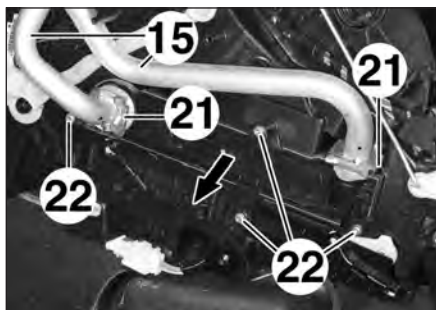

FIG.24
- les agrafes (21) (Fig.24),
- les vis (22).
- Ecarter les canalisations (15) du radiateur de chauffage.